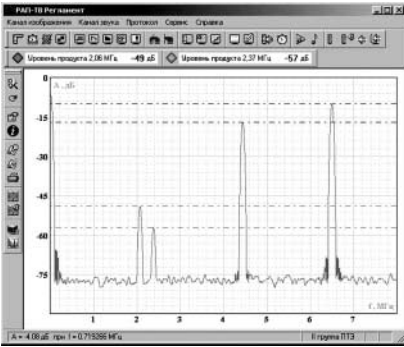

рис. 5
- измерение продуктов интермодуляции (рис.5).